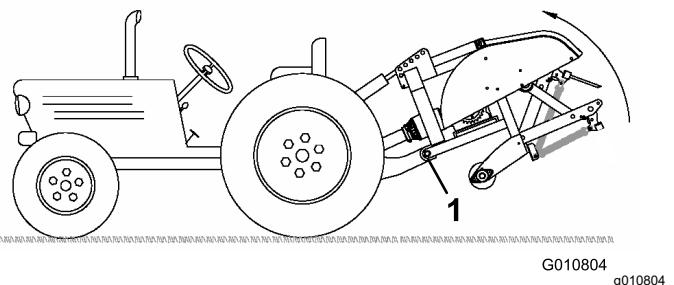

**Figura 25**
6. Ligue as correntes de segurança da proteção à proteção da tomada de força e ao suporte da unidade de tração (**Figura 25**). Certifique-se de que as correntes permanecem frouxas quando elevar e baixar o arejador.